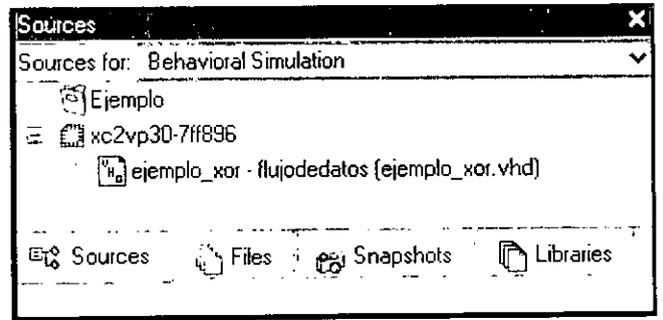

Fig. 23. Selección del archivo fuente a simular.
1. En la ventana Sources, seleccionar la opción Behavioral Simulation de la lista desplegable, luego seleccionar xc2vp30-7ff896 > ejemplo_xor – flujodatos (ejemplo_xor.vhd), tal como se muestra en la Fig. 23.